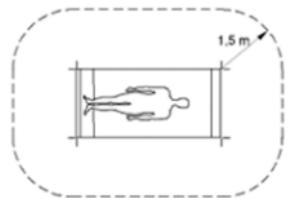

Fig. 2
- ⚠️** Bytt batterier utenfor pasientmiljøet (minst 1,5 meter fra pasienten eller pasientstøtten i henhold til IEC 60601-1, se fig. 2).